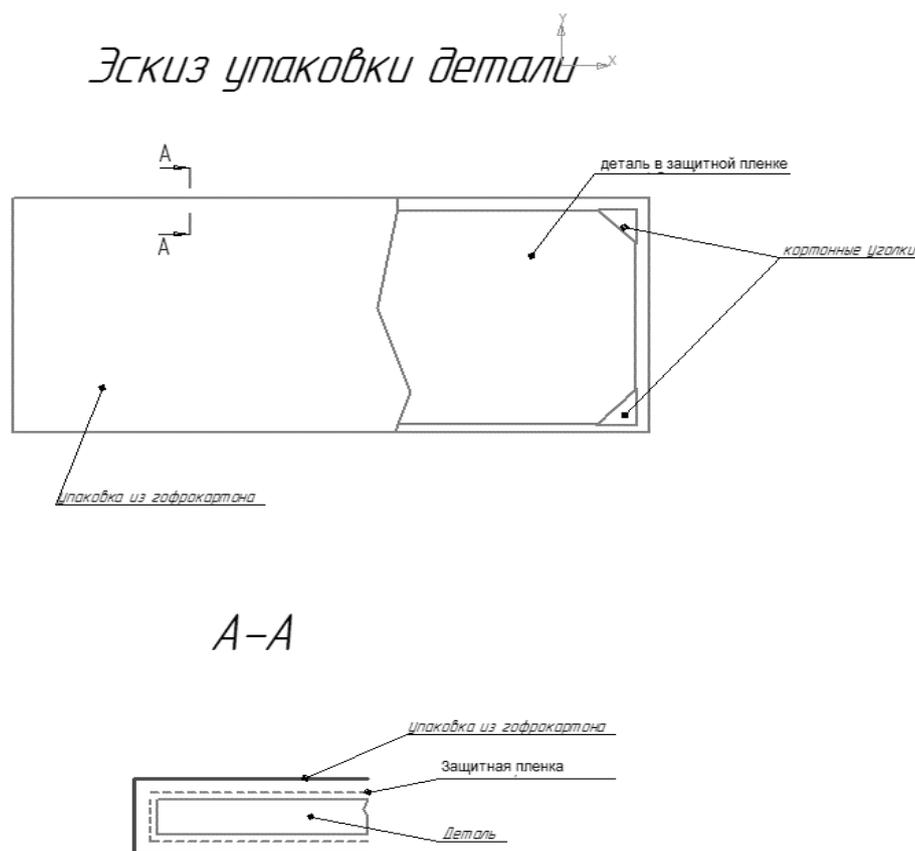

Рис. 7
- Изделие укладывается в коробку из гофрокартона (при формате изделия 3050\*1320\*12), или упаковывается в картон (3000x1200x40) (рис. 7).